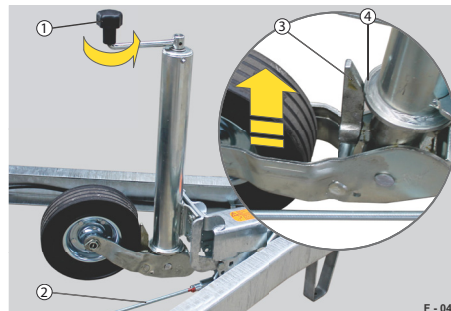

Abb. 16 Fahrstellung
► Automatik-Stützrad hochkurbeln. Das Bremsgestänge (Abb. 16/2) darf nicht blockiert werden. Das Automatik-Stützrad zeigt zur Ladefläche (siehe Abb. 16). Der Verriegelungsschieber (Abb. 16/3) fährt auf den Anschlag (Abb. 16/4) auf. Stützrad arretiert sich automatisch in die Fahrstellung.